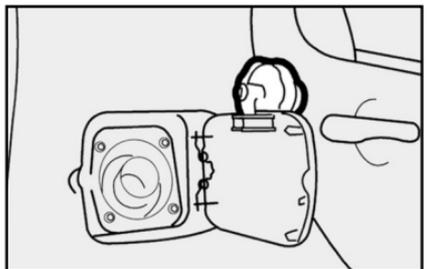

fig. 127
- Luego de retirada la tapa de su alojamiento, colóquela en el soporte sobre la puerta **fig. 127**.